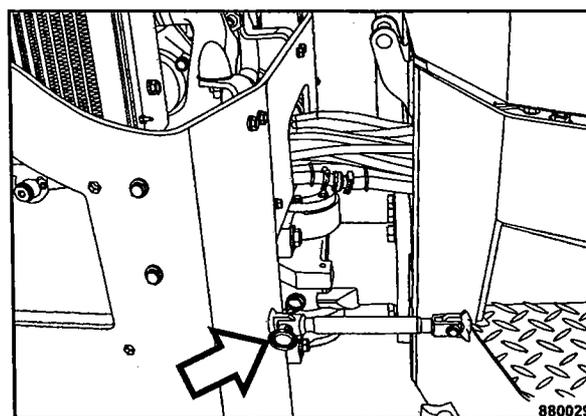

Fig. 80
- Después de subir la máquina al medio de transporte hay que girar la barra de seguridad (Fig. 80) del soporte y asegurarla con un perno en la armella. Asegurar el perno con un pasador de seguridad.